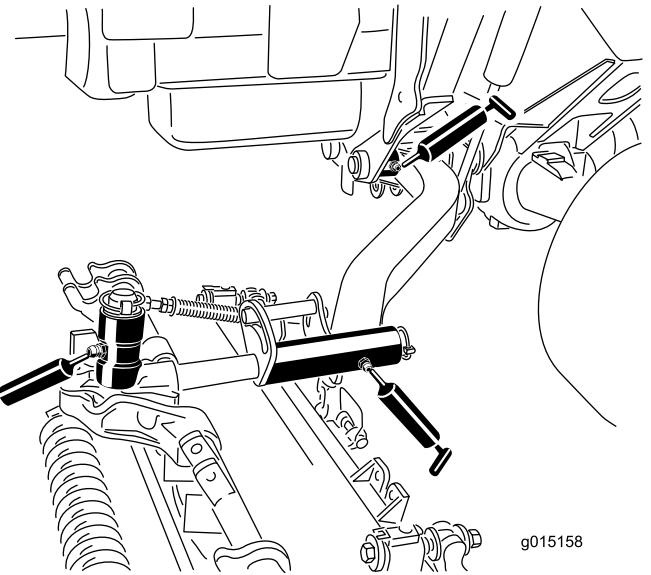

Figure 116
- Bagues de pivot de bras de levage (1 par unité de coupe), voir Figure 116
- Bâti porteur d'unité de coupe (2 par unité de coupe), voir Figure 116
- Pivot de bras de levage d'unité de coupe (1 par unité de coupe), voir Figure 116